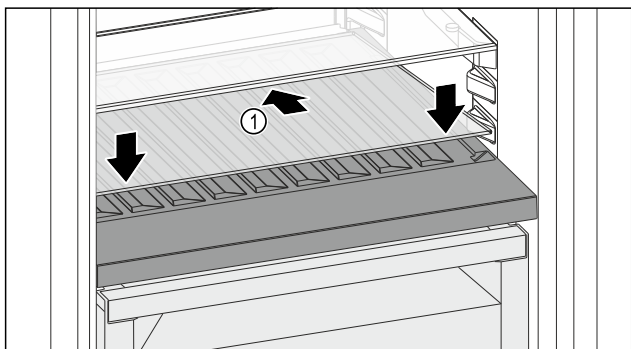

Fig. 139
- Vendosni pllakën e xhamit Fig. 139 (1) pjerrtas, dhe të anuar për poshtë në pjesën prapa.
- Ulni poshtë pllakën e xhamit Fig. 139 (1) përpara.